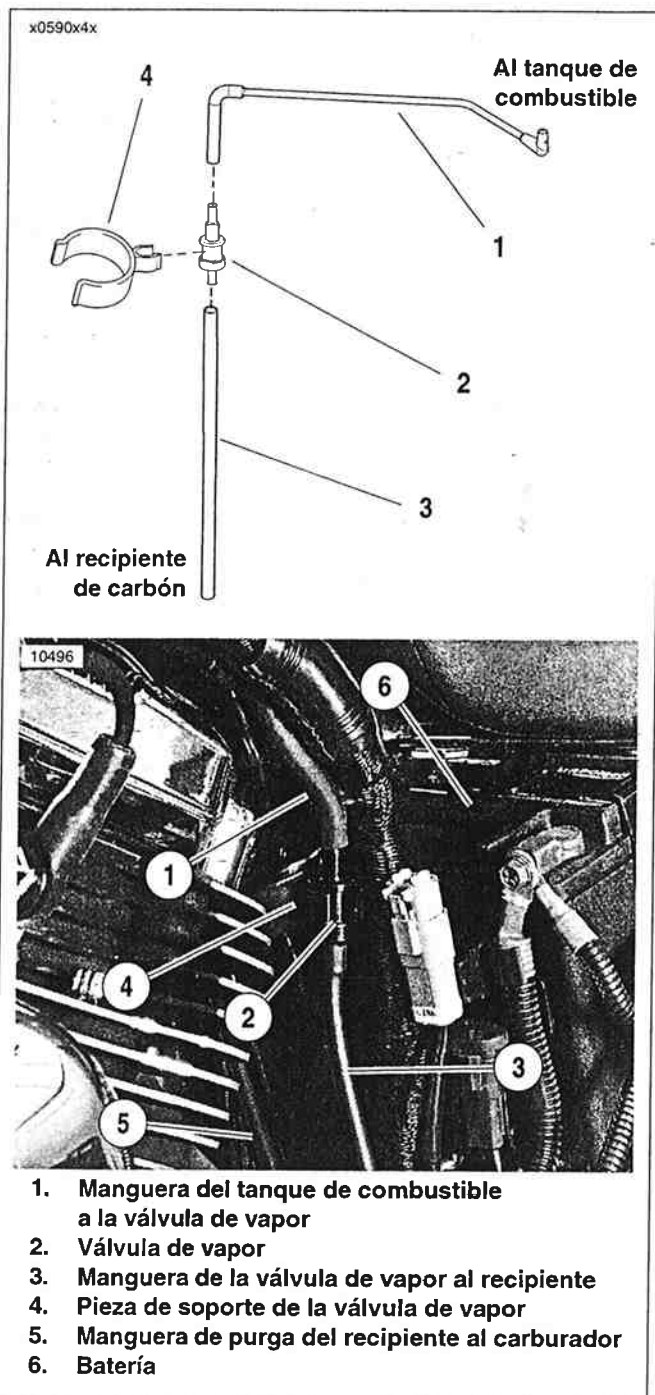

Figura 4-23. Válvula de vapor y disposición de las mangueras – California
Vea la Figura 4-23. La válvula de vapor (2) está situada debajo del asiento adelante de la batería (6), en una pieza de soporte (4) en el lado izquierdo de la estructura.
1. Vea la Figura 4-23. Retire la válvula de vapor (2) de la pieza de soporte (4).
Vea la Figura 4-23. Monte la válvula de vapor (2) en posición vertical, con el dispositivo de conexión grande colocado en la parte superior; de lo contrario, puede acumularse excesiva presión de vapor de combustible en el tanque. Si se monta la válvula de vapor invertida se provocarán problemas de flujo de combustible.
1. Vea la Figura 4-23. Mantenga la válvula de vapor (2) en posición vertical con el extremo de cuello largo apuntando hacia arriba. Inserte el dispositivo de conexión superior de la válvula de vapor dentro de la manguera de la válvula del tanque de combustible a la válvula de vapor (1). Instale el dispositivo de conexión inferior dentro de la manguera de la válvula de vapor al recipiente (3).
2. Empuje el cuerpo de la válvula de vapor dentro de la pieza de soporte (4) sujeta a la estructura adelante de la batería.
Vea la Figura 4-23. En los modelos que no son para California, no hay recipiente de carbón y la manguera inferior (3) de la válvula de vapor (2) es ventilada a la atmósfera.
2. Vea la Figura 4-23. Conecte la manguera (3) que va de la válvula de vapor al recipiente, y la manguera de purga (5) que va del recipiente al carburador, a los dispositivos de conexión etiquetados ubicados a la izquierda del recipiente de carbón. Coloque ambas mangueras hacia arriba, atrás de la manguera del depósito del freno trasero, entre el punto de pivote de la horquilla trasera y la parte trasera del cárter. Conecte la mangueras que va de la válvula de vapor al recipiente a la parte inferior de la válvula de vapor (2). Conecte la manguera de la vál-